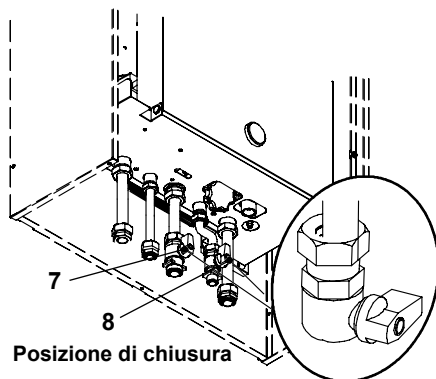

Figura 9.3
- Chiudere il rubinetto entrata 8 in Figura 9.3 sanitaria.